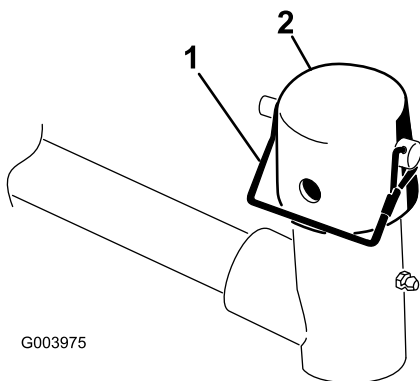

图6
6. 从提升臂轴枢上拆下锁扣销和中心盖（图6）。
10. 使用保险销将中心盖和承载架轴固定到提升臂枢（图6）。